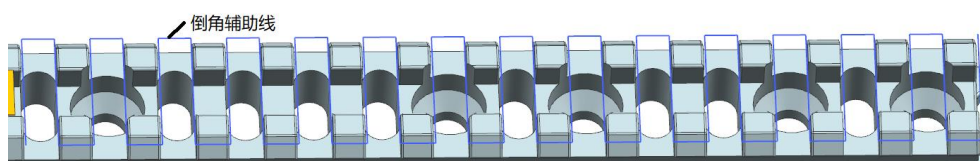

图 4-10 倒角辅助线
(2) 对图 4-9 所绘制的线进行偏置，方法如粗、精加工辅助线绘制一样，把偏置线连成一个整体，如图 4-10 所示。